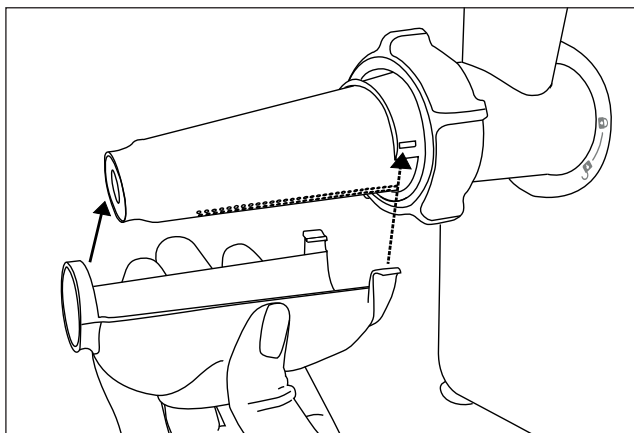

Fig. 2
► Pentru pasatorul de tomate nu este nevoie nici de cuțitul în cruce ❶ cu arc ❷, nici de un disc perforat sau disc pentru cârnați ❸/❹! Dacă e cazul, scoateți totul din unitatea de tocat ❸.
- 3) Împingeți melcul de transport ❶ în unitatea de tocat ❸.
- 4) Așezați melcul de plastic ❹ în melcul de transport ❶. Aveți grijă ca axul melcului de transport ❶ să se prindă complet în decupașul pătrat al melcului de plastic ❹. Pentru acest lucru rotiți puțin într-o parte și în alta melcul de plastic ❹ dacă este cazul, până se așază în poziție fixă.
- 5) Împingeți apoi sita de pasare ❺ complet peste melcul de plastic ❹. Așezați-o pe unitatea de tocat ❸, astfel încât cele două sisteme de fixare să intre în cele două decupașe potrivite pe filet. Astfel, sita de pasare ❺ nu se mai poate roti. Micile orificii ale sitei de pasare ❺ indică în jos.
- 6) Când toate piesele sunt montate corect, puneți inelul de închidere ❷ peste sita de pasare ❺ și înșurubați-l cu mâna pe unitatea de tocat ❸.
- 7) Montați unitatea de tocat ❸ conform descrierii de la „Asamblarea mașinii de tocat”.
- 8) Fixați acum tava de colectare ❻ la sita de pasare ❺ (a se vedea fig. 2). În acest scop împingeți inelul pe vârful sitei de pasare ❺ și agățați închizătoarele ❽ de ambele părți la capătul lat. Gaura din tava de colectare ❻ indică în jos.